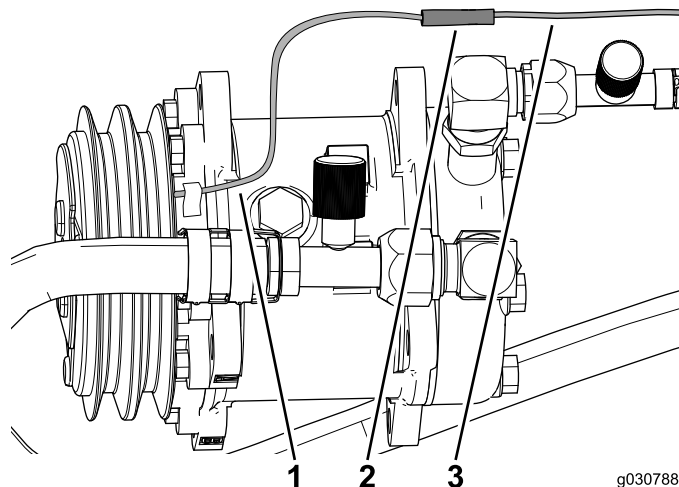

Figura 47
3. Ligue o fio do compressor do ar condicionado ao conector estilo bala na cablagem (Figura 47).